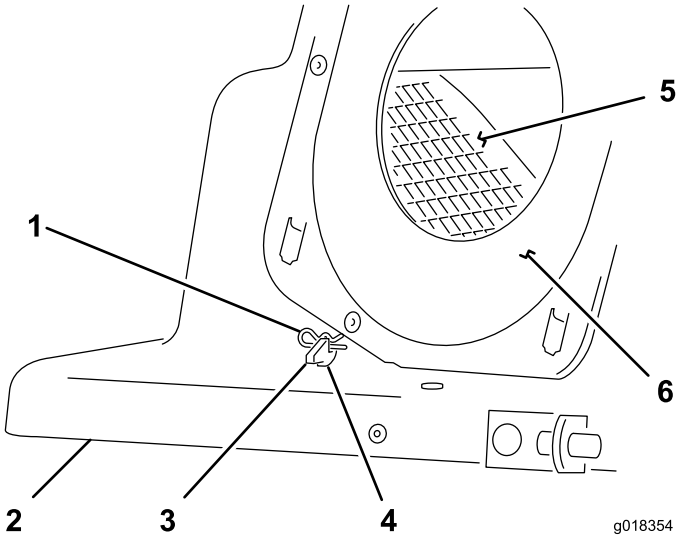

Figura 14
7. Fissate il deflettore al cofano inserendo le coppiglie nei fori delle linguette di montaggio del deflettore, come illustrato in Figura 14.